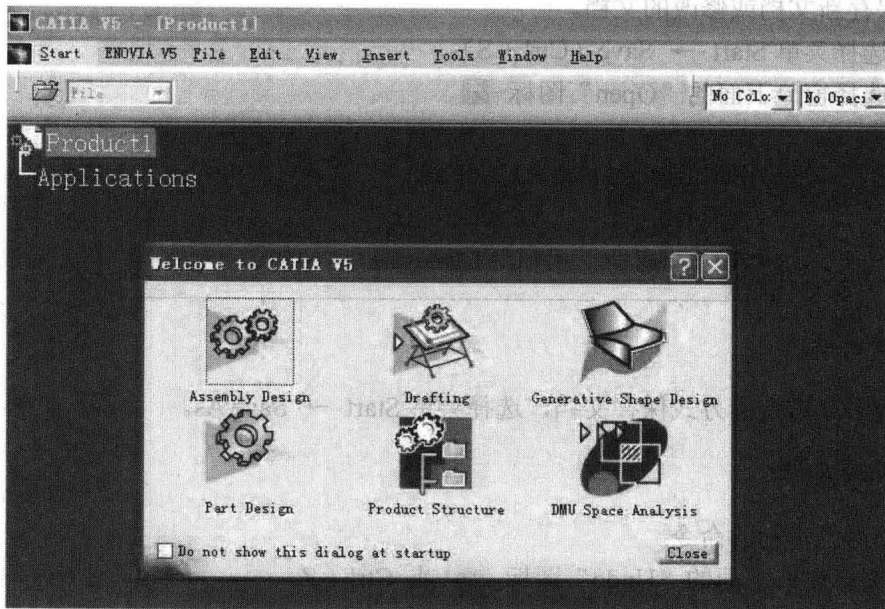

图 1-5
(4) 下次打开 CATIA 时, 出现如下窗口, 选择 Workbench 后直接进入 (图 1-5)。